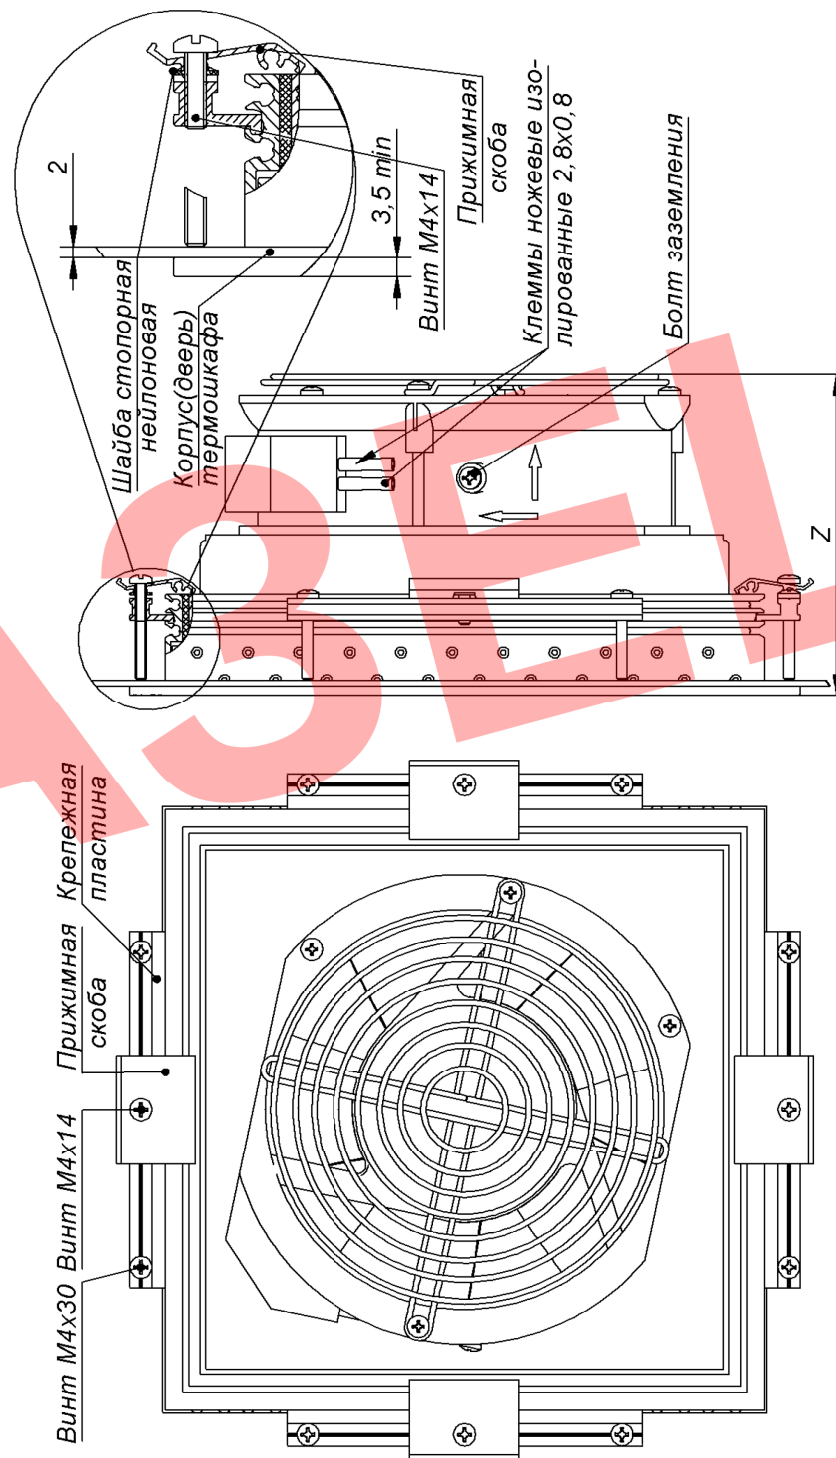

Рис.2 Установка ВТШ
2. Закрепить решетку вентилятора внутри термощафа, при помощи крепежных пластин и винтов М4х30 (рис.2).
3. Вставить винт М4х14 в прижимную скобу и зафиксировать его с обратной стороны шайбой стопорной нейлоновой (рис.2 вид А).
4. Закрепить коробку вентилятора в решетке с помощью прижимных скоб (рис.2).
1. Заземлить ВТШ при помощи болта заземления (рис.2).